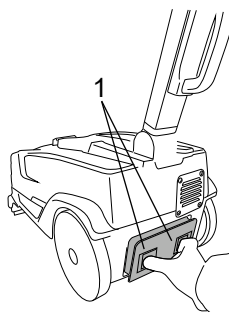

Fig.13A
Trykk på lde to glidelukningene for å frigjøre batteriet, trekk deretter ut batteriet (fig.13A - ref.1).